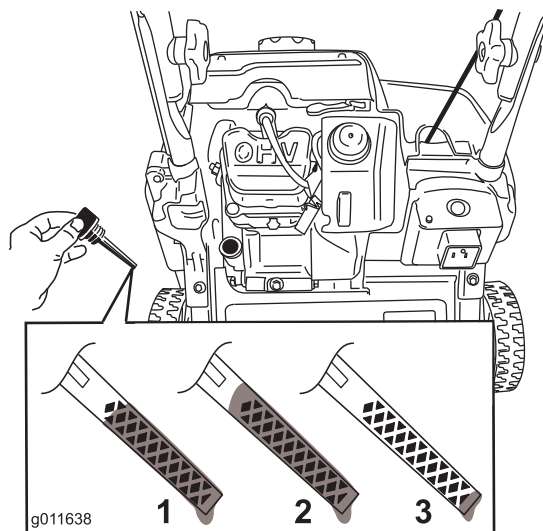

Figura 14
3. Pulite attorno al tappo del foro di riempimento dell'olio (Figura 14).
8. Per determinare quale sia il livello di olio corretto sull'asta vedere Figura 14.